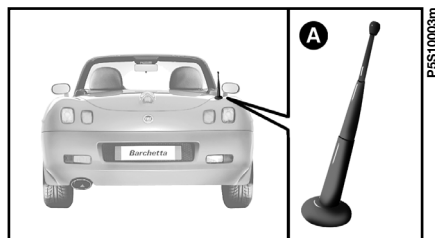

fig. 78
- antenna bifunzionale ad azionamento elettrico (autoradio + telefono cellulare) **A-fig. 78** ubicata nella zona posteriore destra della vettura;